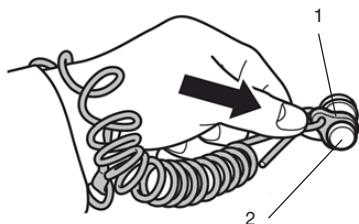

Рис. 16 Установка чеки безопасности
- Подсоедините шнур чеки безопасности к специальному крепежу на одежде (спасательном жилете), либо к руке или ноге. Подсоедините чеку безопасности к выключателю (Рис. 16).